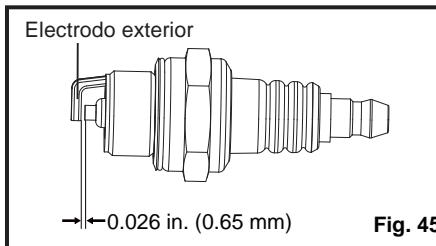

Fig. 45
- Ajuste la brecha de la bujía doblando el electrodo exterior (Fig. 45).